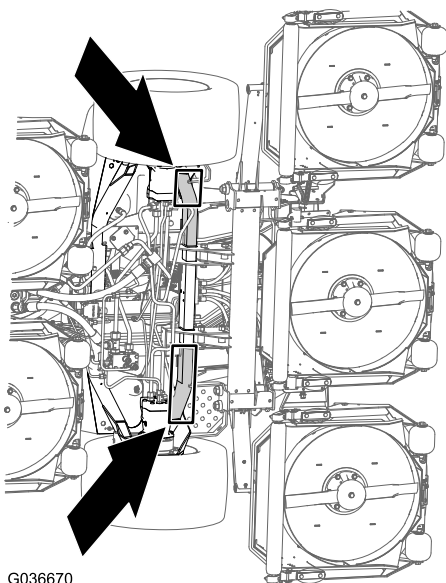

Figura 77
**Partea frontală a mainii** - pe cadrul mainii, în faa motoarelor de acționare roți (Figura 77)